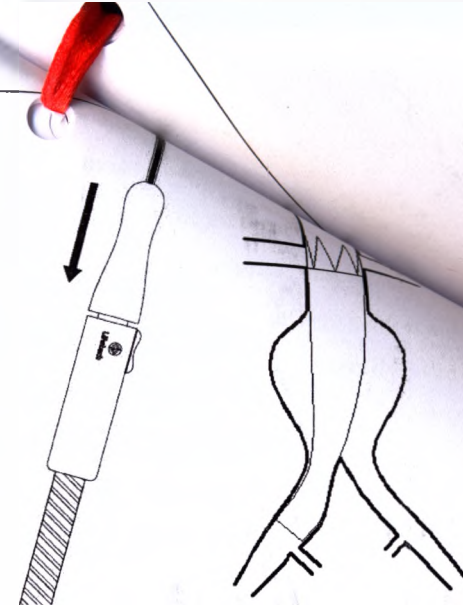

Fig. 9 Remove the delivery system
- Удерживайте скользящий захват системы доставки неподвижно, разблокируйте спусковой механизм и оттяните назад передний захват для отведения наконечника к дистальному концу внешнего интродьюсера. Затем удалите систему доставки (рис. 9).